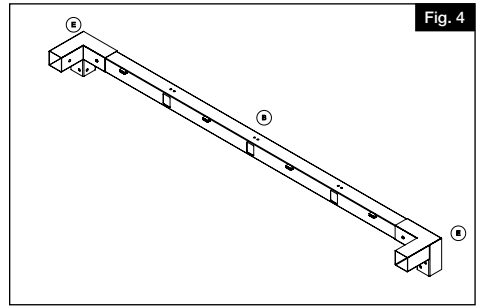

Fig. 4
Attach remaining corner brackets (E) to the remaining outer rail (B) (Fig. 4).
Fixer les autres supports d'angle (E) à l'autre traverse extérieure (B) (Fig. 4).
Fije las riostras esquineras restantes (E) al travesaño exterior restante (B) (Fig. 4).